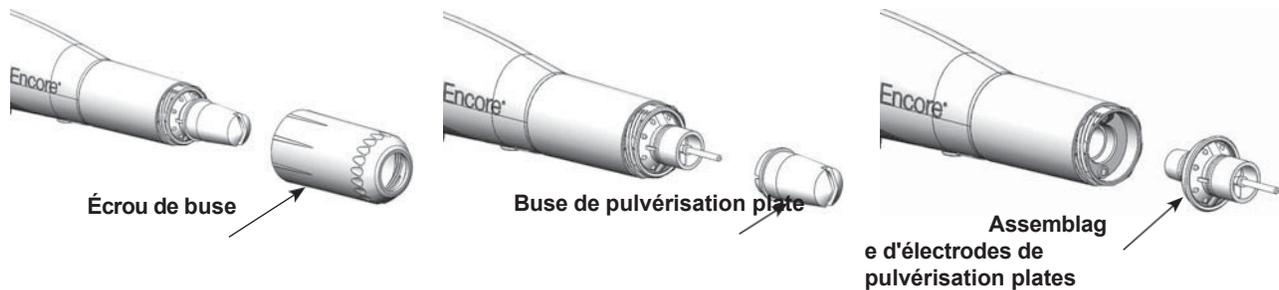

Figure 6 Remplacement d'une buse de pulvérisation plate
2. Voir la figure 6. Dévisser l'écrou de la buse dans le sens inverse des aiguilles d'une montre.